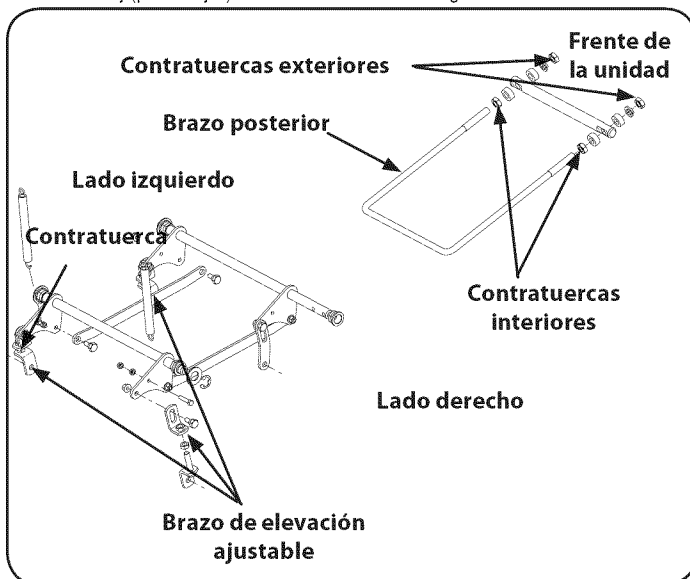

Figura 34
5. Con una llave de tuercas de $\frac{3}{4}$ " afloje la contratuerca inferior del lado izquierdo del brazo de elevación. Para ajustar el lado de la plataforma hacia arriba o hacia abajo, gire la contratuerca superior en el sentido de las agujas del reloj (para levantar) o en el sentido contrario a las agujas del reloj (para bajar) varias vueltas. Vea la Figura 34.
8. El ajuste final es el del brazo posterior, ajustando las contratuercas del brazo roscado. Afloje las contratuercas y apriete la tuerca interior para lograr la longitud correcta y la tensión de la correa. Vea la Figura 34.